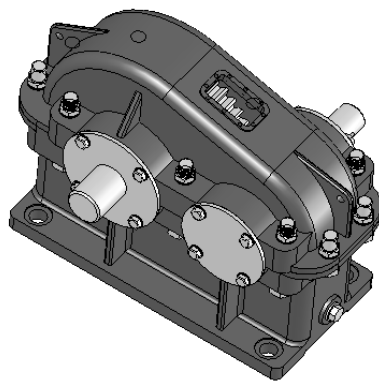

图 10-71 减速器装配体
(1) 减速器装配体,如图 10-71 所示,根据已经建立各零部件模型进行减速器装配体设计,并由减速器装配体生成爆炸视图。